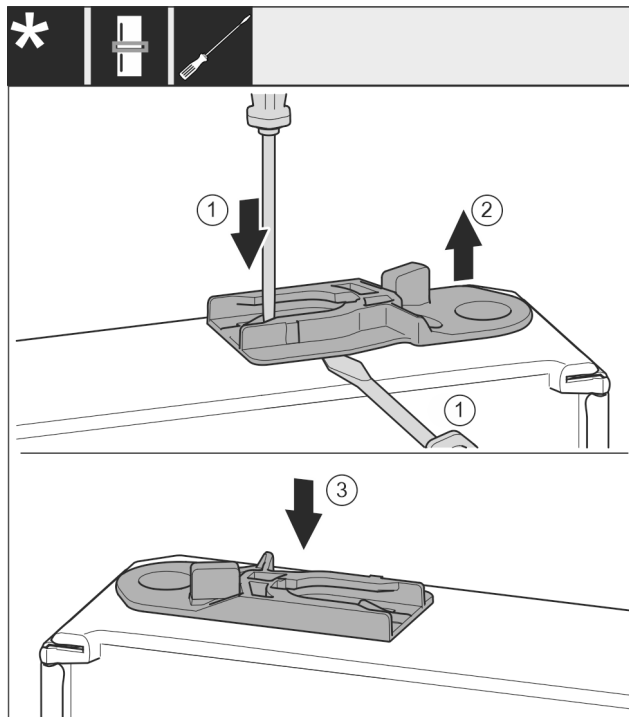

Fig. 38
- ▶ Izvelciet vadošo ieliktni: spiediet ar skrūvgriezi mēlīti un vienlaikus ar skrūvgriezi virziet zem vadošā ieliktna. Fig. 38 (1, 2)
- ▶ Iebīdīiet piegādes komplektācijā klātpievienoto vadošo ieliktni ierīces otrajā pusē. Fig. 38 (3)